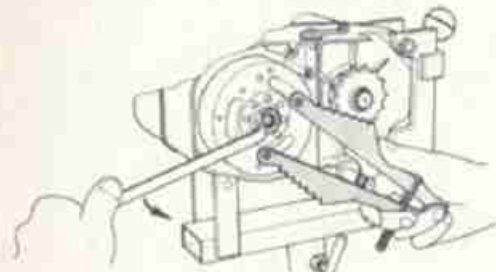

FIG. 8 Rimozione dado volano
- 3) **BLOCCANDO** la girante del volano magnete con l'apposita chiave di fermo (cod. 05.0338.G) svitare il dado di fissaggio della girante con una chiave da 15 mm. (vedi fig. 8).